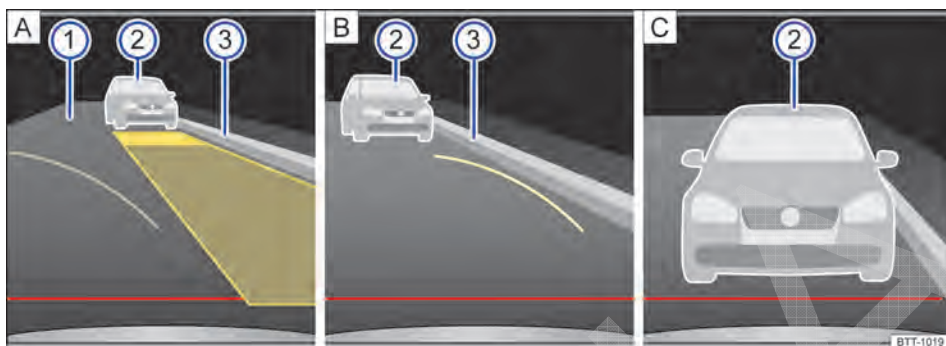

Fig. 165 Exibição do display do rádio ou do sistema de navegação: câmera de marcha à ré, modo 2.
Legenda para a representação esquemática Fig. 165:
5.	Se necessário, corrigir a posição o veículo, de modo que a superfície de auxílio amarela exibida coincida com a limitação lateral ③ da vaga selecionada (por exemplo, meio-fio) e termine antes de uma limitação traseira ②, por exemplo, um veículo estacionado ⇒ Fig. 165 A.
8.	Para o veículo quando a guia amarela curva encostar na limitação lateral ③ da vaga de estacionamento desejada B e girar o volante até o batente no sentido oposto.
9.	Continuar lentamente em marcha à ré até o veículo estar paralelo à pista ① na vaga de estacionamento.
10.	Parar o veículo o mais tardar ao atingir a guia vermelha horizontal de limitação traseira, por exemplo, veículo estacionado ② C .